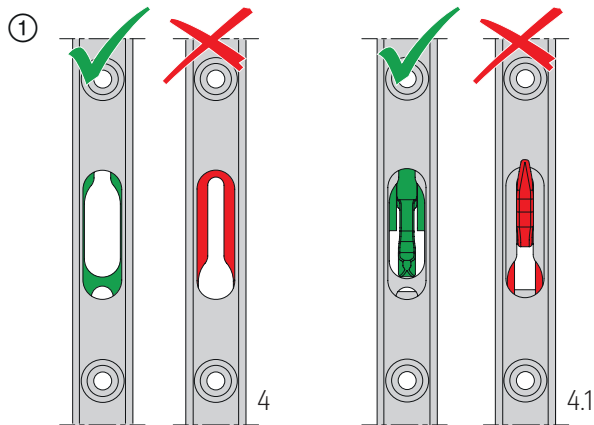
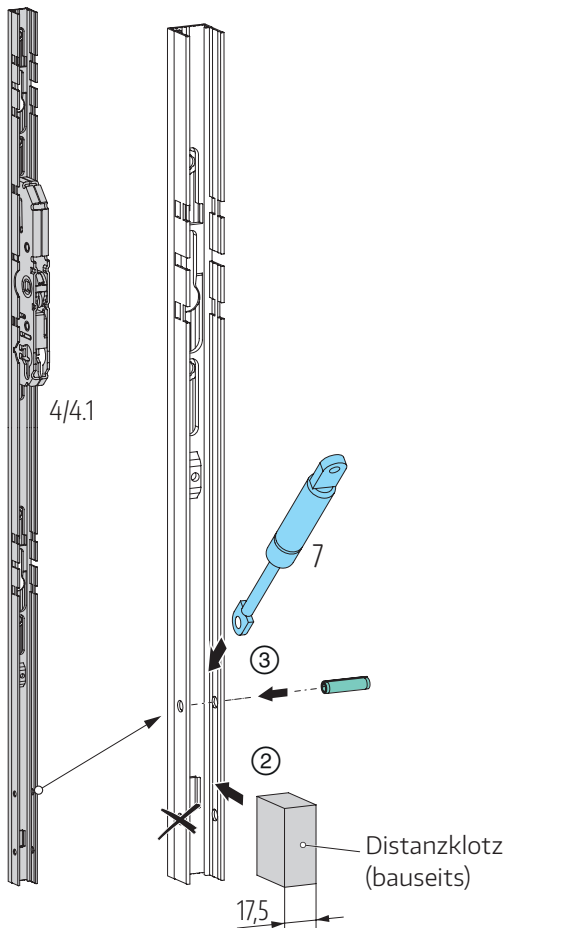
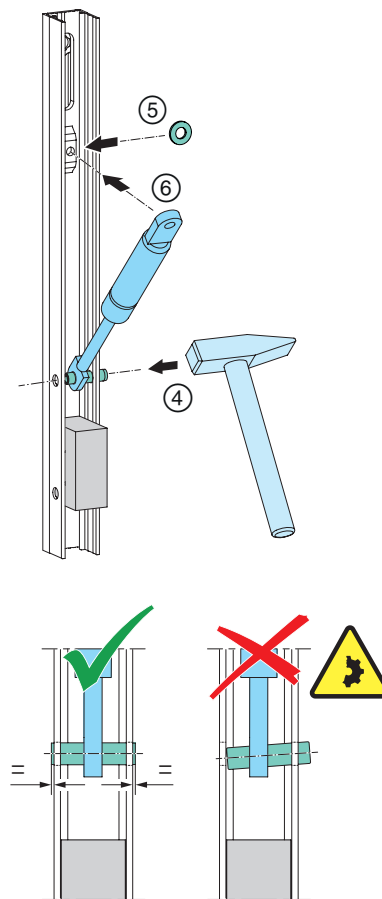
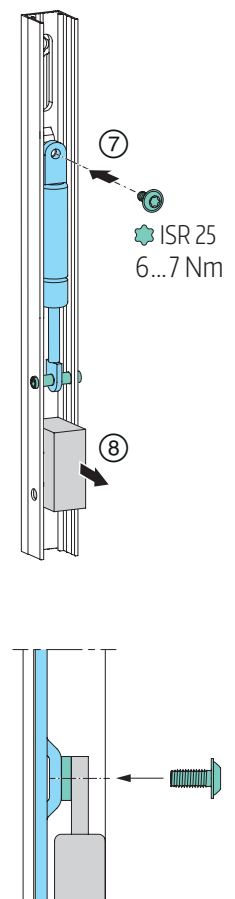

Abb. 11
Abb. 12
Abb. 13
Abb. 14
① Getriebe für Bolzen 4 oder Getriebe mit Haken 4.1 in Schiebstellung (angehobene Position) bringen; **Abb. 11**. ② Distanzklotz (bauseits) als Montagehilfe in Getriebebestulp einsetzen. ③ Gasdruckfeder 7 und Spannstift positionieren; **Abb. 12**. ④ Gasdruckfeder mit Spannstift an Getriebebestulp befestigen. ⑤ Unterlegscheibe positionieren, ⑥ Gasdruckfeder in Getriebebestulp einschwenken; **Abb. 13** und ⑦ mit mittels Schraube ISR 25, 6 ... 7 Nm, mit Riegelstange verbinden. ⑧ Distanzklotz entnehmen; **Abb. 14**. **Wichtig**, siehe Abb. 19 auf Seite 33: Getriebe vor der Montage in Verschlussstellung (1) bringen und mit Bohrer Ø 4,5 sichern (2).